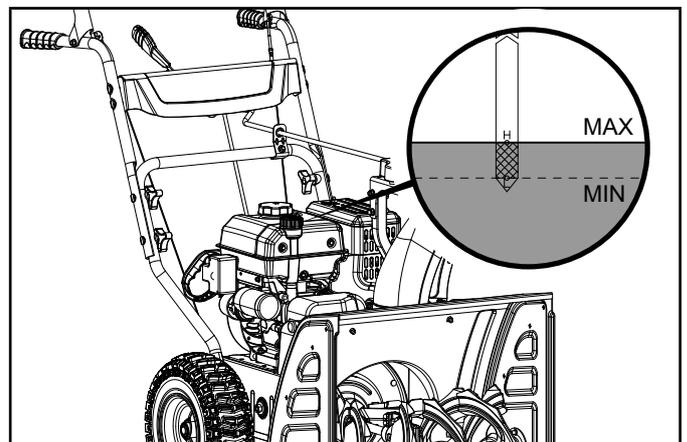

Figure 23
4. Tandis que le moteur est de niveau, remplissez le réservoir d'huile avec l'huile recommandée jusqu'au repère supérieur de la jauge (0-W30). (figure 23)